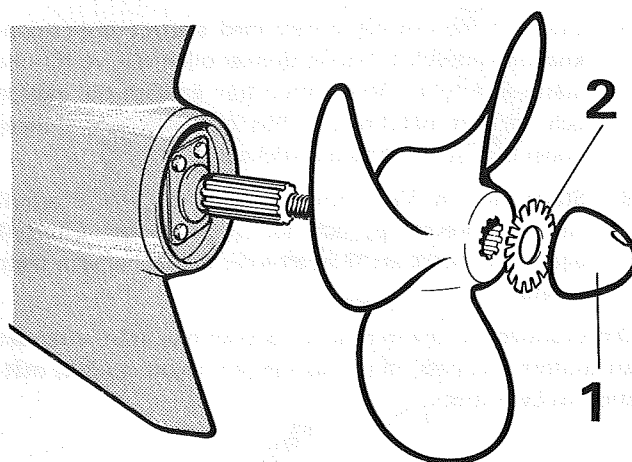

Fig. 14. Byte av propeller
1. Slå upp låsflikarna på låsbrickan (2 fig. 14), för propellerkonen. (1)
2. Skruva av propellerkonen (1) med en metallstång eller skruvmejsel som skjuts in genom propellerkonens hål. Drag av propellern.
5. Montera propellern. Sätt dit den tandade låsbrickan (2) samt skruva på propellerkonen. (1) Drag propellerkonen ordentligt genom att sticka in en skruvmejsel eller en metallstång i konens åtdragningshål. Lås sedan propellerkonen genom att stuka låständerna mitt för samtliga urtag (3 st i propellern och 2 st i propellerkonen).